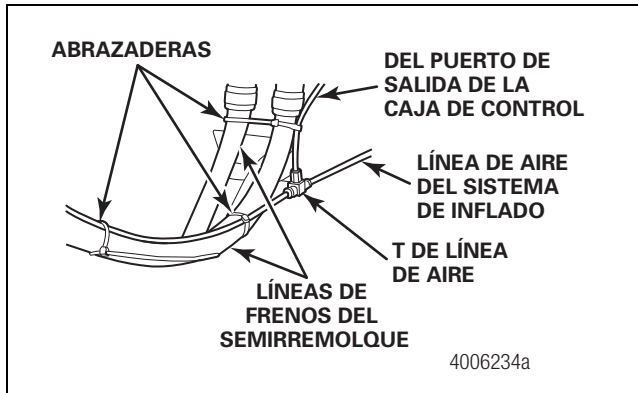

Figura 2.64
2. Encamine una línea de aire desde el puerto de salida de la caja de control hasta la T de la línea de aire. Suspenda la T LEJOS de las líneas de frenos del semirremolque para evitar que dichas líneas sufran daños. Figura 2.64. Apriete a mano el adaptador de compresión de la línea de aire. Después apriete con una llave de 9/16 de pulgada aproximadamente una vuelta adicional para lograr un cierre hermético.